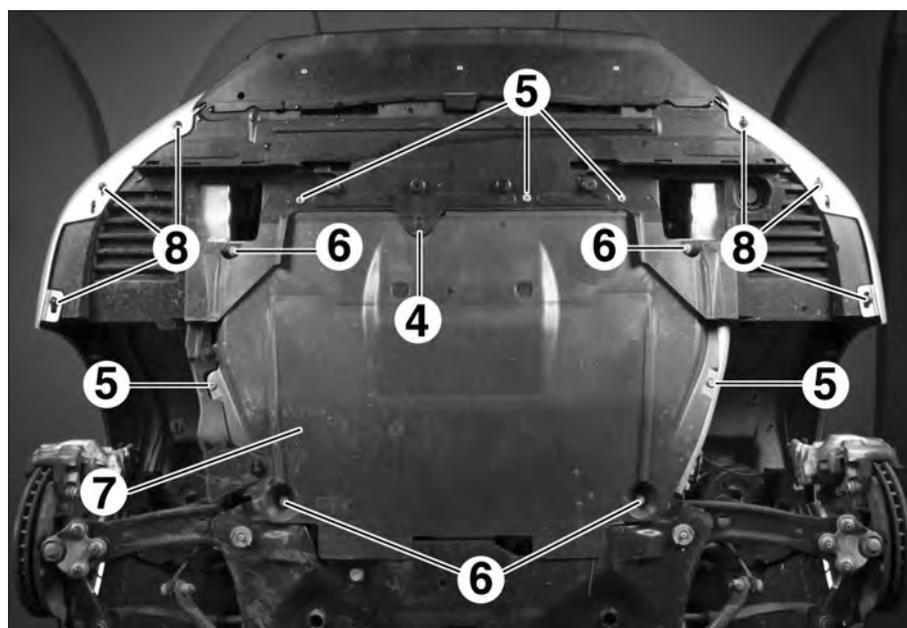

FIG.143
- l'agrafe (4) de la protection sous le moteur (Fig.143),
- les vis 1/4 de tour (5),
- les vis (6),
- la protection sous le moteur (7),
- les vis (8).